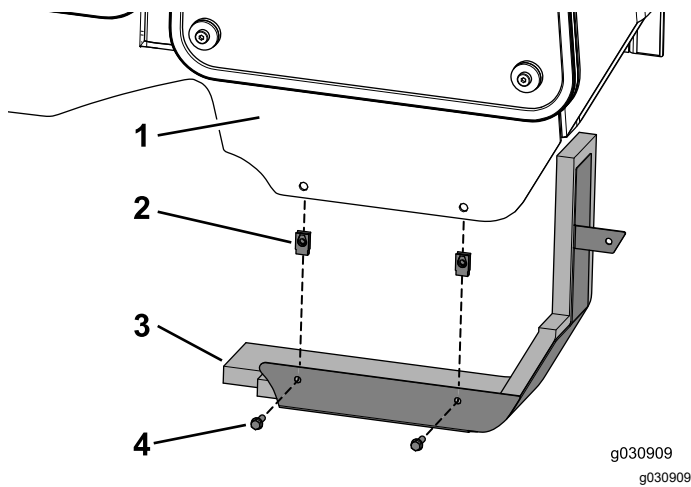

Figure 30
1. Montez les 2 écrous à clip sur le cadre de la cabine (Figure 30).
- Fixez le panneau à la cabine à l'aide des 2 boulons (1/4" x 3/4"), comme montré à la Figure 30.